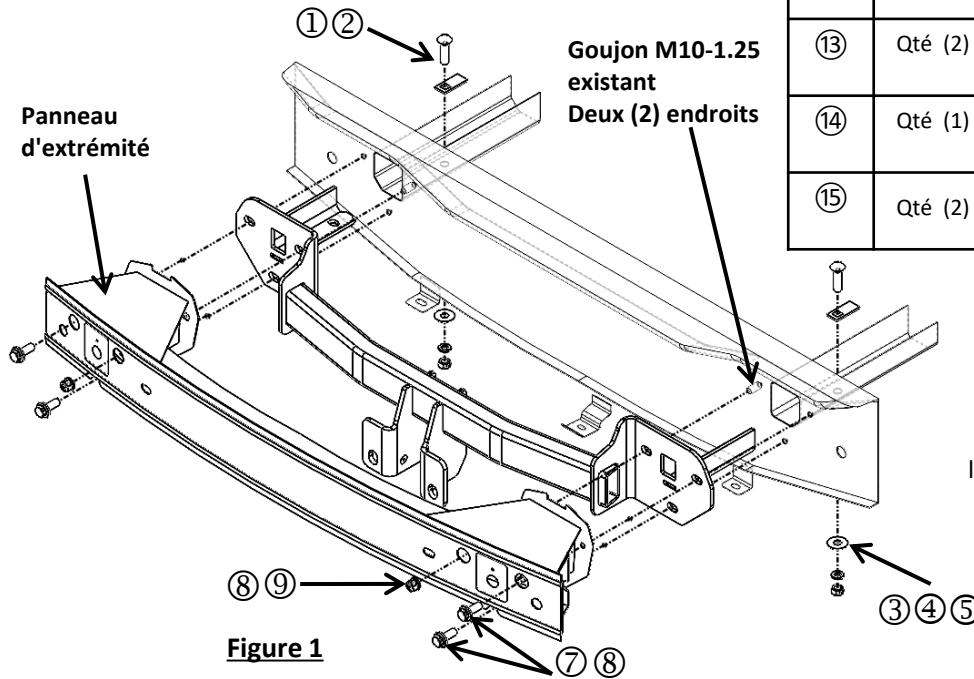

Figure 1
- Retirer les feux arrière** – Ouvrir le hayon. Retirer le couvercle de plastique près du feu arrière, à l'aide d'un tournevis cruciforme, retirer deux (2) rivets poussoirs qui fixent le couvercle sur le logement de feu arrière, des deux côtés. À l'aide d'une douille 10 mm, retirer deux (2) vis du feu arrière puis retirer celui-ci avec soin en tirant vers l'arrière. Débrancher le câblage et mettre le feu arrière de côté, des deux côtés.
- Retirer le carénage** - a.) À l'aide d'un tournevis à lame plate, retirer trois (3) rivets poussoirs en plastique le long du bord central inférieur du carénage.
b.) À l'aide d'un tournevis à lame plate, retirer un (1) rivet poussoir en plastique du bord inférieur extérieur du carénage près du passage de roue, des deux côtés.
c.) À l'aide d'un tournevis à lame plate, depuis l'intérieur du passage de roue, retirer le rivet supérieur situé juste en-dessous du joint du carénage de pare-chocs. Un (1) par côté. Ne pas retirer les deux (2) rivets inférieurs de la zone de passage de roue. **Remarque** : Les rivets d'usine ne peuvent pas être réutilisés. Quatre (4) rivets de rechange sont fournis, deux (2) sont requis, deux (2) de réserve.
- Retirer la poutre de pare-chocs** – À l'aide de la douille 14 mm et une rallonge, retirer deux (2) écrous hexagonaux à embase M10 et quatre (4) boulons hexagonaux M10 de la poutre de pare-chocs. Si présent, déconnecter le fil du système de surveillance des angles morts dans le haut de la poutre de pare-chocs. Mettre la poutre de pare-chocs de côté. Conserver les écrous hexagonaux à embase pour l'installation de l'attelage. Renvoyez les boulons hexagonaux d'usine et la poutre de pare-chocs au propriétaire du véhicule. **Voir la Figure 1.**
- Installez l'attelage et la poutre de pare-chocs** - REMARQUE : Appliquez du frein-filet bleu sur toutes les fixations. Soulevez l'attelage en position, en insérant les languettes dans le rail du cadre. Fixez les boulons de carrosserie 7/16" ① et les entretoises ② à travers le trou de la plaque latérale et le bas du rail du cadre, fixez les rondelles plates 7/16" ③, les rondelles de blocage ④ et les écrous ⑤ sur les boulons de carrosserie. **Voir Figure 1.** Installez le pare-chocs sur l'attelage, installez sans serrer (2) écrous M10 ⑨ et rondelles coniques 3/8" (côté dents vers l'attelage) ⑧ sur les goujons, et (4) boulons hexagonaux M10 ⑦ et rondelles coniques 3/8" ⑧ dans écrous à souder dans le panneau d'extrémité. Selon l'équipement, rebranchez le fil du moniteur d'angle mort sur le dessus du pare-chocs.
3. Retirer la poutre de pare-chocs - Si présent, déconnecter le fil du système de surveillance des angles morts dans le haut de la poutre de pare-chocs. Mettre la poutre de pare-chocs de côté. Conserver les écrous hexagonaux à embase pour l'installation de l'attelage. Renvoyez les boulons hexagonaux d'usine et la poutre de pare-chocs au propriétaire du véhicule. **Voir la Figure 1.**
5. Installez l'attelage et la poutre de pare-chocs - REMARQUE : Appliquez du frein-filet bleu sur toutes les fixations. Soulevez l'attelage en position, en insérant les languettes dans le rail du cadre. Fixez les boulons de carrosserie 7/16" ① et les entretoises ② à travers le trou de la plaque latérale et le bas du rail du cadre, fixez les rondelles plates 7/16 ③, les rondelles de blocage ④ et les écrous ⑤ sur les boulons de carrosserie. **Voir Figure 1**. Installez le pare-chocs sur l'attelage, installez sans serrer (2) écrous M10 ⑨ et rondelles coniques 3/8" (côté dents vers l'attelage) ⑧ sur les goujons, et (4) boulons hexagonaux M10 ⑦ et rondelles coniques 3/8" ⑧ dans écrous à souder dans le panneau d'extrémité. Selon l'équipement, rebranchez le fil du moniteur d'angle mort sur le dessus du pare-chocs.